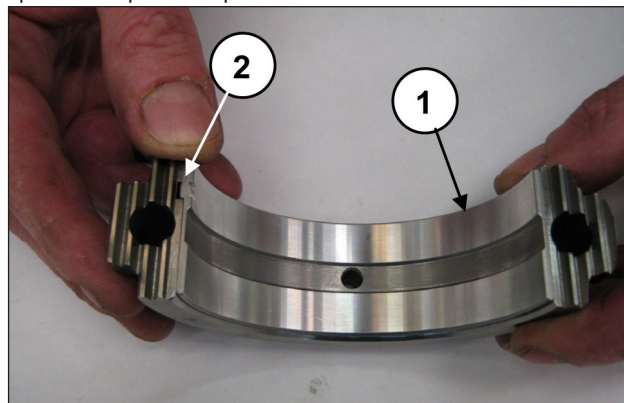

Fig. 67
Montar los semicojinetes inferiores en los sombreretes (pos. ①, Fig. 67). Comprobar que la lengüeta de referencia de los semicojinetes esté dentro del alojamiento del sombrerete (pos. ②, Fig. 67).